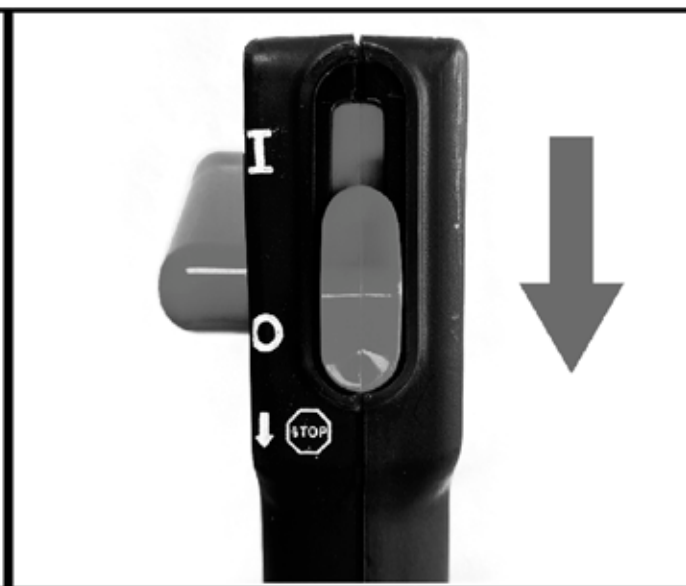

FIGURA 2
2. Mueva la palanca del acelerador a la posición hacia abajo (O) para detener el motor. Figura 2.